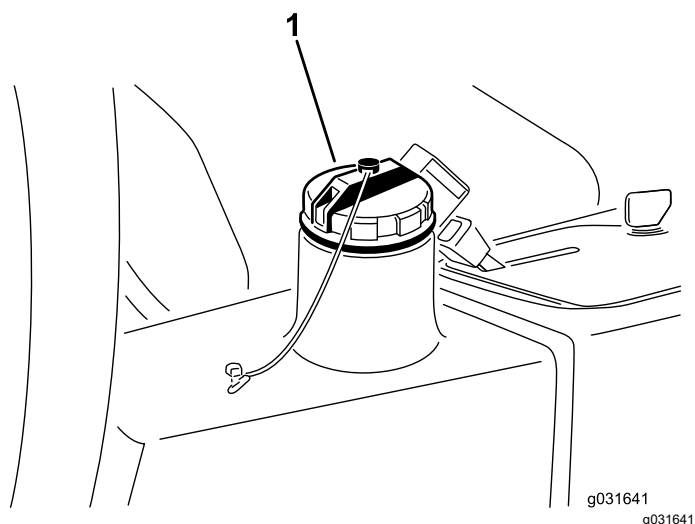

Figure 65
4. Versez environ 13,2 litres de liquide hydraulique dans le réservoir (Figure 65) ; voir Liquides hydrauliques spécifiés (page 58) et Contrôle du niveau de liquide hydraulique (page 58).